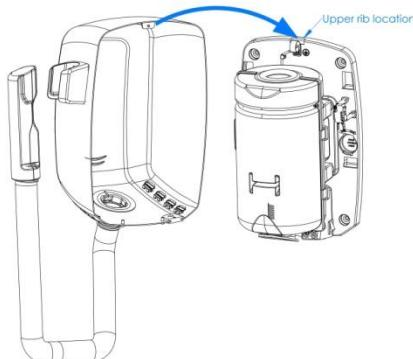

Abb. 9
- Befestigen Sie das Gehäuse vorsichtig wieder am Sockel. Heben Sie es von oben nach unten, leicht diagonal zum Sockel, so daß die Lasche des Gehäuses sich korrekt in die dafür vorgesehene Öffnung einfügt. (Abb. 9 und 10)